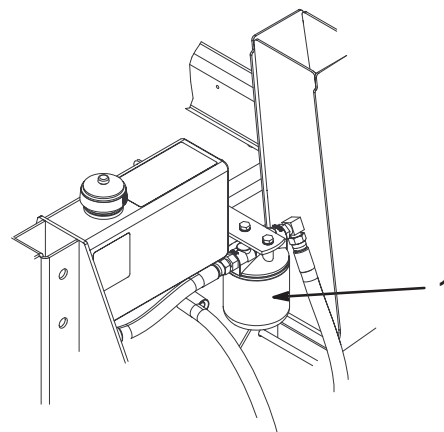

Bild 81
3. Stellen Sie ein Auffanggefäß unter den Filter, bauen Sie den alten Filter aus und wischen Sie die Dichtungsfläche des Filterstutzens sauber (Bild 81).